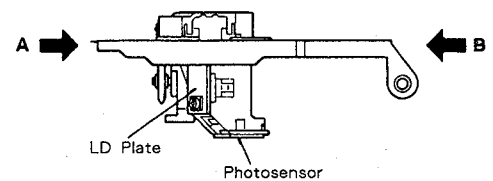

Fig. 3-3
- During the transportation, mounting and dismounting of the assembly, support with your fingers at points A and B as shown in Fig. 3-3. Be particularly careful not to touch the actuator, photosensor and LD plate and do not apply force to them.
- 取り付け、取り外し、持ち運びの際は、Fig. 3-3 の A 部と B 部で支えてください。特にアクチュエーター、光検出部、LD プレート部は、手を触れたり力を加えたりしないでください。